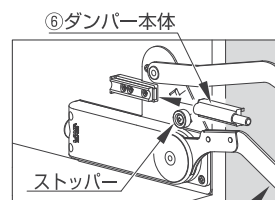

図9
- (2) ストッパーが長円穴の一番下にあることを確認し、SLD本体のアームを図9のように下げた状態で、⑥ダンパー本体を前からスライドさせて取り付けます。